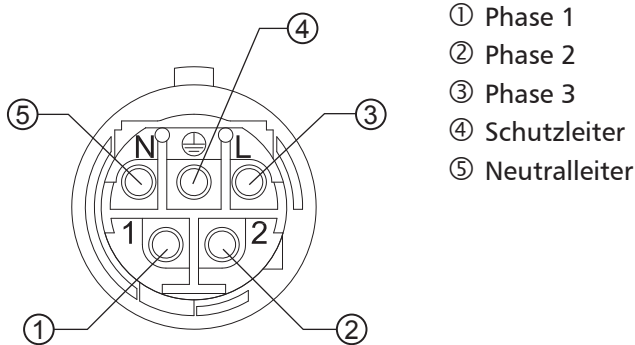

Abb. 9: Klemmenzuordnung AC-Stecker
- Konfektionieren Sie den mitgelieferten AC-Stecker wie in Abb. 9 und ab S. 123 beschrieben.